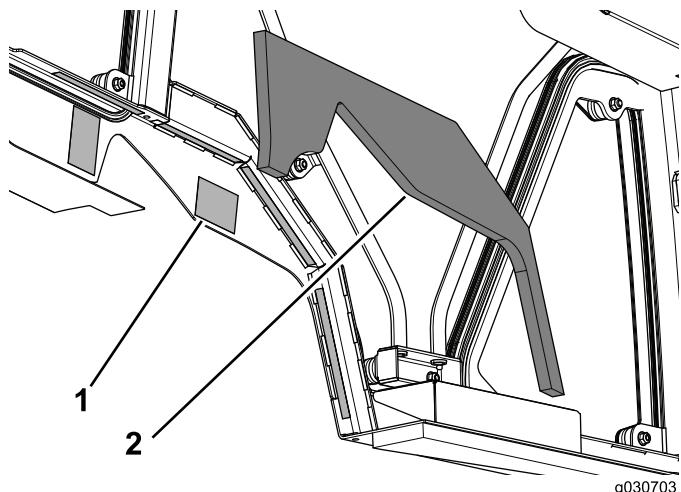

图13
3. 拆下驾驶室装置两侧双面胶带上的纸基 (图13)。
4. 将左水箱泡沫粘贴到驾驶室装置上 (图13)。